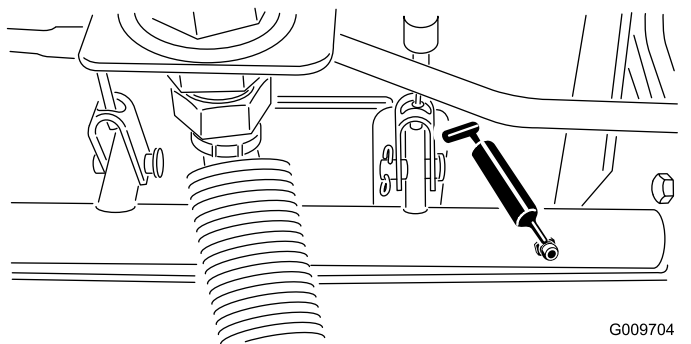

Рисунок 112
- Шарнирные опоры вала тормоза (5 шт.), см. Рисунок 112